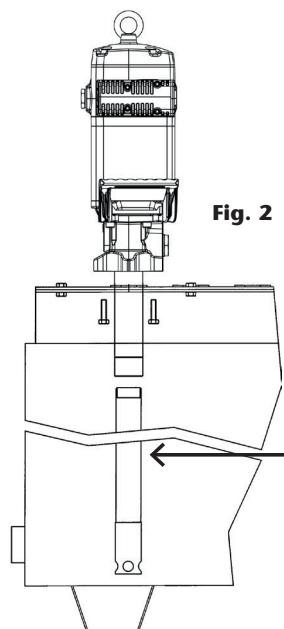

Fig. 2
- Montaje directo sobre bidón o cisterna (ver Fig. 2). Rosque a la bomba el tubo prolongador correspondiente (ver Fig. 2). Inserte el tubo por el interior de la tapa del bidón/cisterna. Atornille la bomba a la tapa con tornillos M10 (4 agujeros en un patrón de centros de diámetro 112 mm).